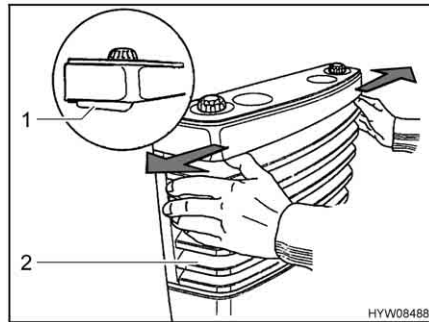

Fig. 146 Extraer el revestimiento de la calefacción
- Retirar el revestimiento de la calefacción (Fig. 146,2). Para ello, presionar ambas palancas de cierre (Fig. 146,1) hacia fuera al mismo tiempo e inclinar el revestimiento hacia delante.